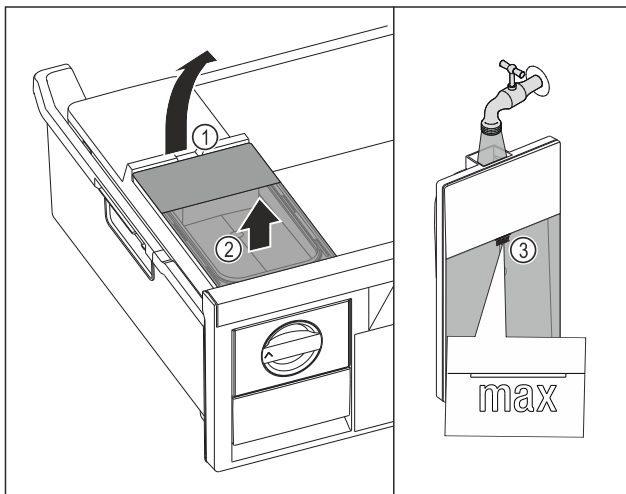

Fig. 149
- Wassertank an der Aussparung Fig. 149 (1) anheben.
- Wassertank nach oben entnehmen. Fig. 149 (2)
- Wassertank bis zur Markierung Fig. 149 (3) mit Trinkwasser befüllen.